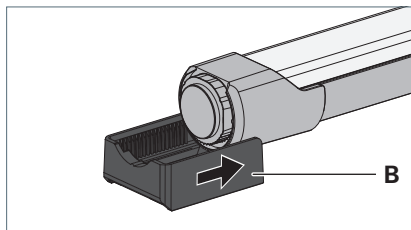

Fig. 2: Montaggio della staffa.
- ▶ Spingere la staffa **B** sul pannello laterale in modo che l'occhiello di bloccaggio del supporto si trovi nella scanalatura del pannello laterale e la staffa si incastri sul pannello laterale vedi Fig. 2.